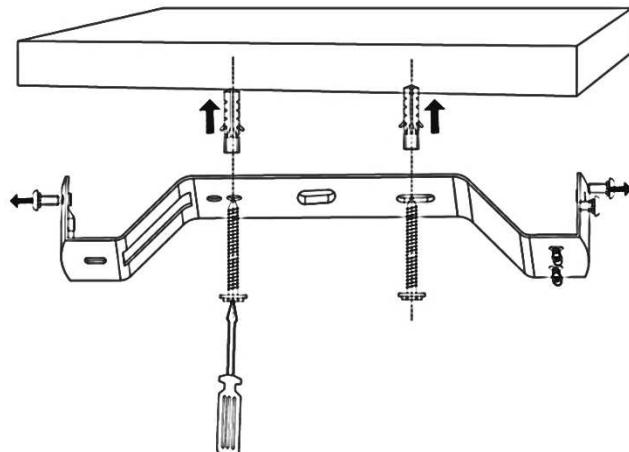

Fig. 2
- Rimuovere le vite dalla staffa di montaggio (Fig. 2) e il supporto del motore. Fig.3